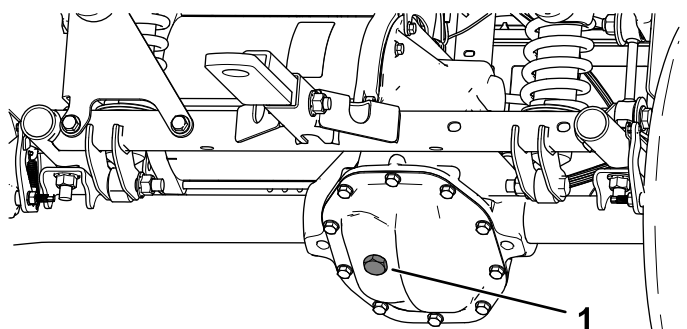

Figure 52
4. Enlevez le bouchon de remplissage de la boîte-pont (Figure 52).
5. Si le niveau de liquide est trop bas, enlevez le bouchon de remplissage et ajoutez le liquide spécifié jusqu'à ce qu'il ressorte par l'orifice (Figure 52).
- Retirez le bouchon de remplissage de la boîte-pont et remplissez celle-ci avec le liquide spécifié jusqu'à ce qu'il ressorte par l'orifice de remplissage (Figure 52).